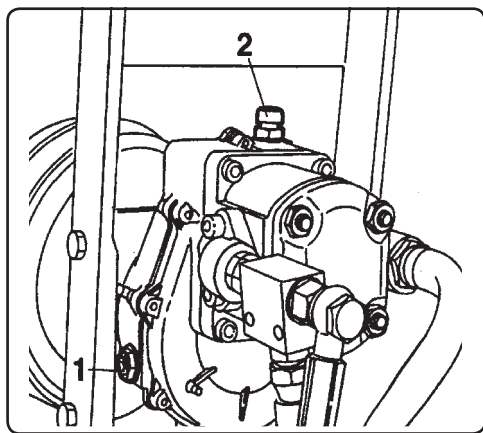

Fig. 10
7) Periodicamente, per il Mod. 900 con attacco pier albero cardanico e dotato di moltiplicatore (Fig. 10), controllare il livello olio. A tal proposito, operare nel seguente modo.
Controllare l'olio tramite il tappo trasparente di livello olio situato a lato del moltiplicatore (1 Fig. 10). L'eventuale rabbocco va fatto attraverso il tappo (2 Fig. 10) posto nella marte superiore. Si consiglia di sostituire l'olio del moltiplicatore ogni 800 ore di lavoro, questa operazione deve comunque essere effettuata da personale specializzato ed autorizzato.